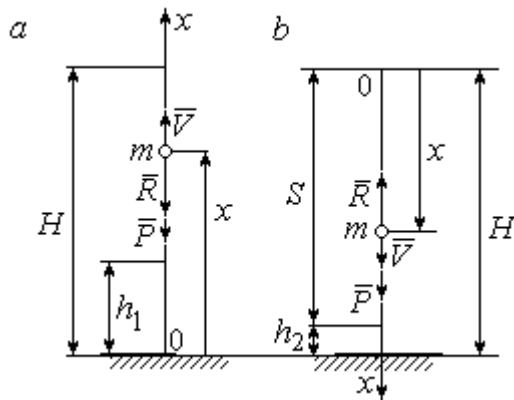

Рис. 4.5. Силы, действующие на точку в полёте:
**Задача 43.** Материальная точка массой  $m = 1$  кг, находясь на высоте  $h_1 = 2$  м над уровнем Земли, подброшена вертикально вверх (ось  $x$ ) с начальной скоростью  $V_0 = 4$  м/с (рис. 4.5, *a*). При движении на точку действует сила сопротивления, пропорциональная квадрату скорости, так, что проекция её на вертикаль направлена в сторону, противоположную движению,  $R_x = -0,5mV^2$  Н, где  $V$  – скорость точки. Определить, на какой высоте  $h_2$  от уровня Земли скорость падающей обратно точки достигнет значения начальной стартовой скорости.
с начальной скоростью  $V_0$  и определение максимальной высоты полёта  $H$ , на втором этапе – падение точки вниз с высоты  $H$  без начальной скорости (рис. 4.5, *b*).
Рассмотрим первый этап движения и найдём максимальную высоту подъёма точки. На рис. 4.5, *a* показаны силы, действующие на точку в полёте: сила тяжести  $\vec{P}$  и сила сопротивления  $\vec{R}$ . Ось  $x$ , вдоль
которой происходит движение точки, выбрана по направлению движения, начало координат – на уровне Земли (см. рис. 4.5, *a*).
Рассмотрим второй этап решения задачи – движение точки вниз с максимальной высоты  $H$  без начальной скорости. Выберем ось  $x$  по направлению движения и поместим начало координат в точке, откуда началось движение вниз (рис. 4.5, *b*). Дифференциальное уравнение движения падающей точки:
(см. рис. 4.5, *b*). С учётом величины начальной скорости  $V_0 = 4$  м/с, максимальной высоты подъёма точки  $H = 2,6$  м высота  $h_2 = 0,91$  м.